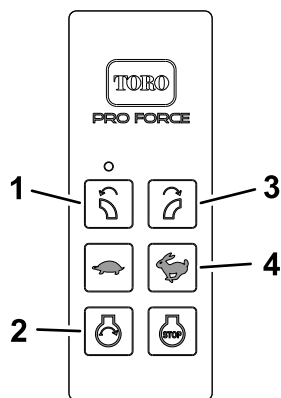

Figura 18
1. Premete il pulsante START (Figura 18) sul telecomando.